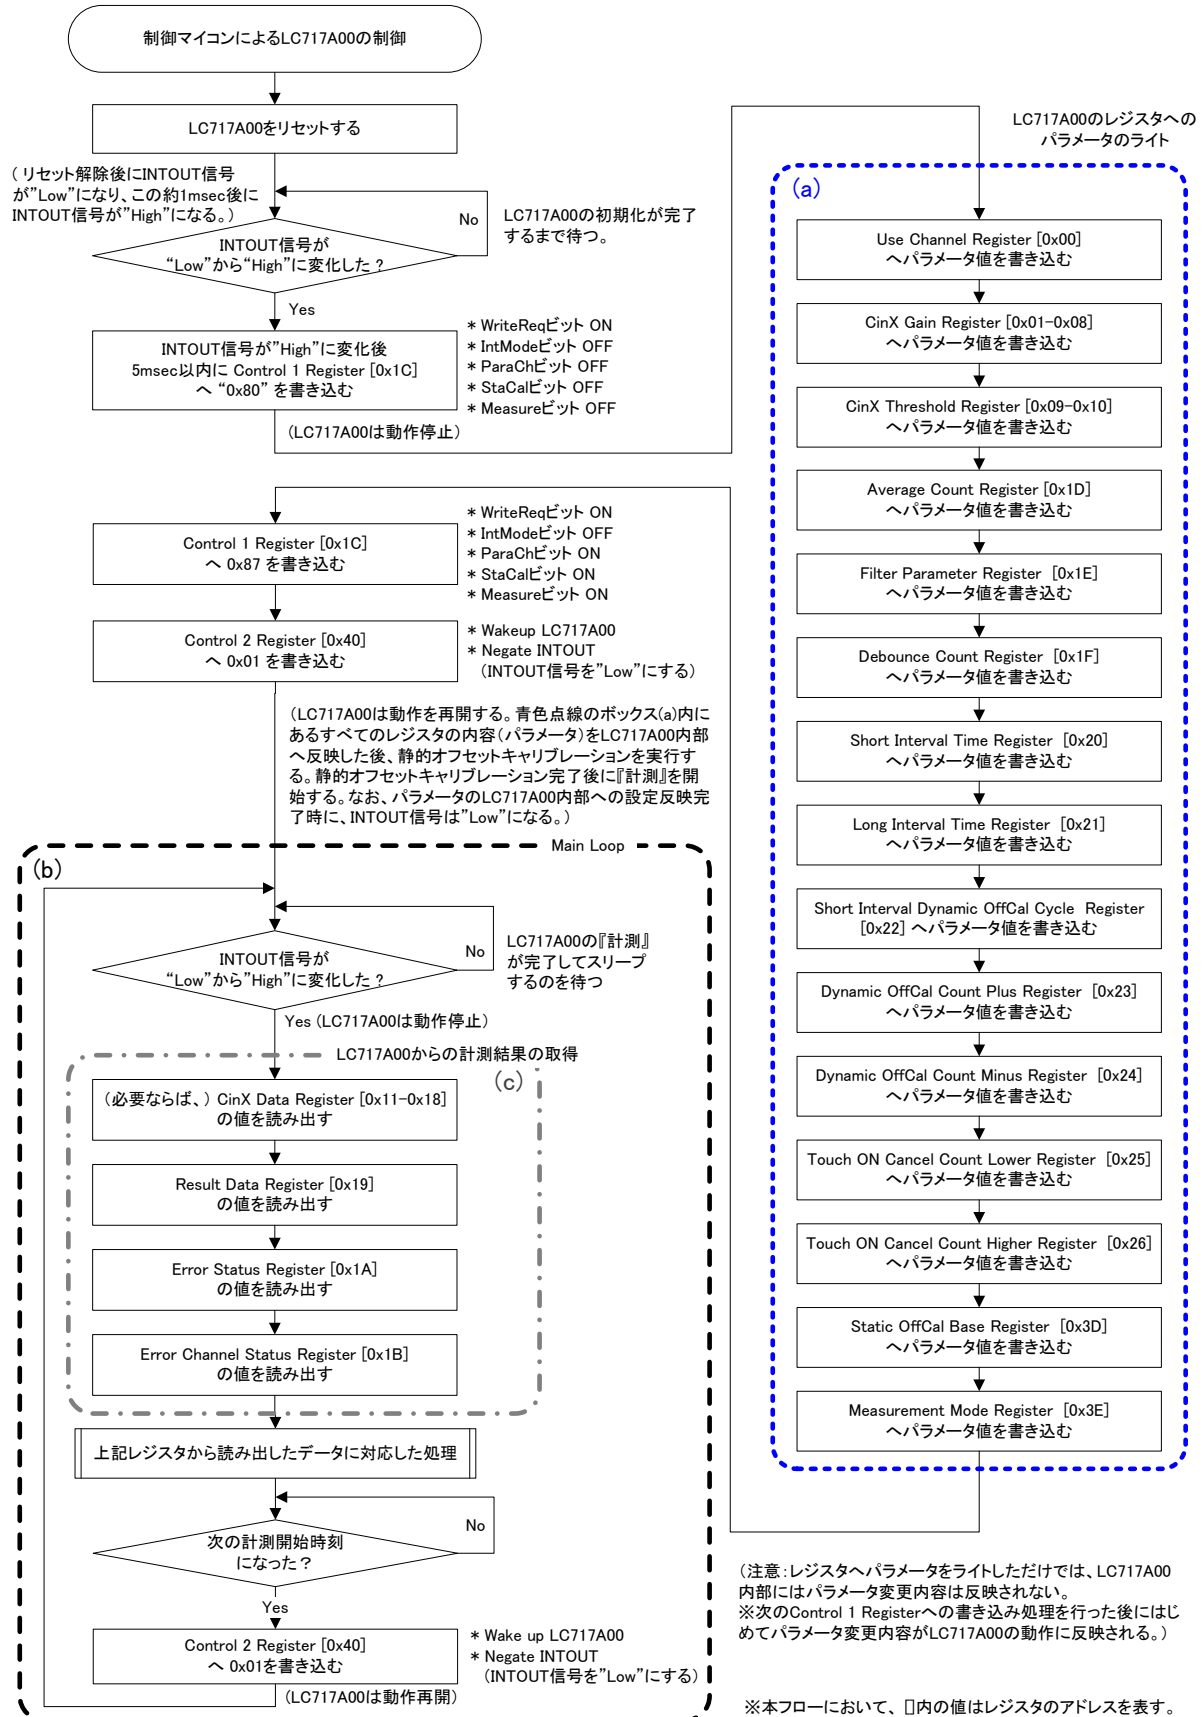

図 4-6 スリープモードに設定し、INTOUT を使って計測結果をリードする場合の制御例
- (2) 制御マイコンは、nRST を使った LC717A00 のリセット制御終了直後から汎用入力ポートを使って INTOUT 信号の状態を検出します。制御マイコンは、LC717A00 リセット解除後に発生する INTOUT 信号の立ち上がりエッジを検出したら、すみやかに Control 1 Register 【Address=0x1C】に 0x80 をライトします。（具体的には、LC717A00 リセット解除後に発生する INTOUT 信号の立ち上がりエッジから 5msec 以内に 0x80 をライトします。）これを行うのは、リセット後に LC717A00 が自動実行する静的オフセットキャリブレーションの実行と『計測』の実行を停止するためです。
- (3) LC717A00 はスリープ（動作停止）します。
制御マイコンは、新しい設定パラメータをレジスタ群にライトします。（具体的には、制御マイコンは、図 4-6 の青の点線で囲まれたボックス (A) 内のすべてのレジスタまたは一部のレジスタに新しいパラメータをライトします。）